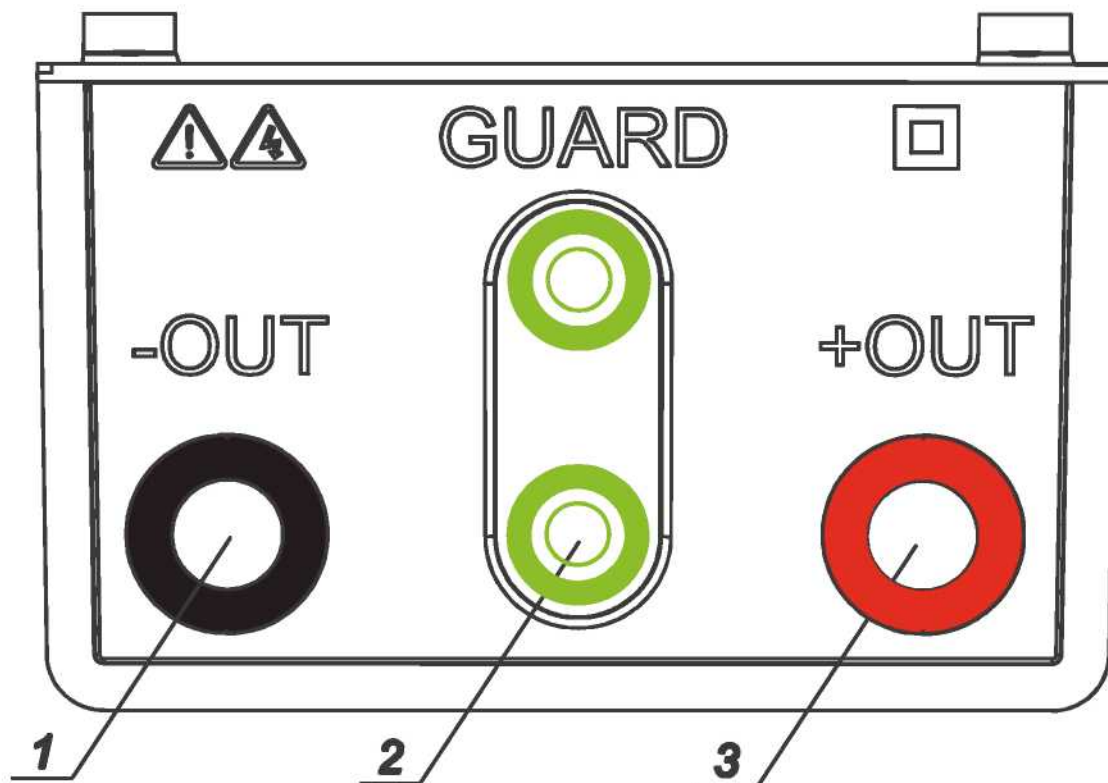

Рис. 3. Разъемы для измерительных проводов
- для подключения измерительных проводов к четырем гнездам типа «банан» (Рис. 3),